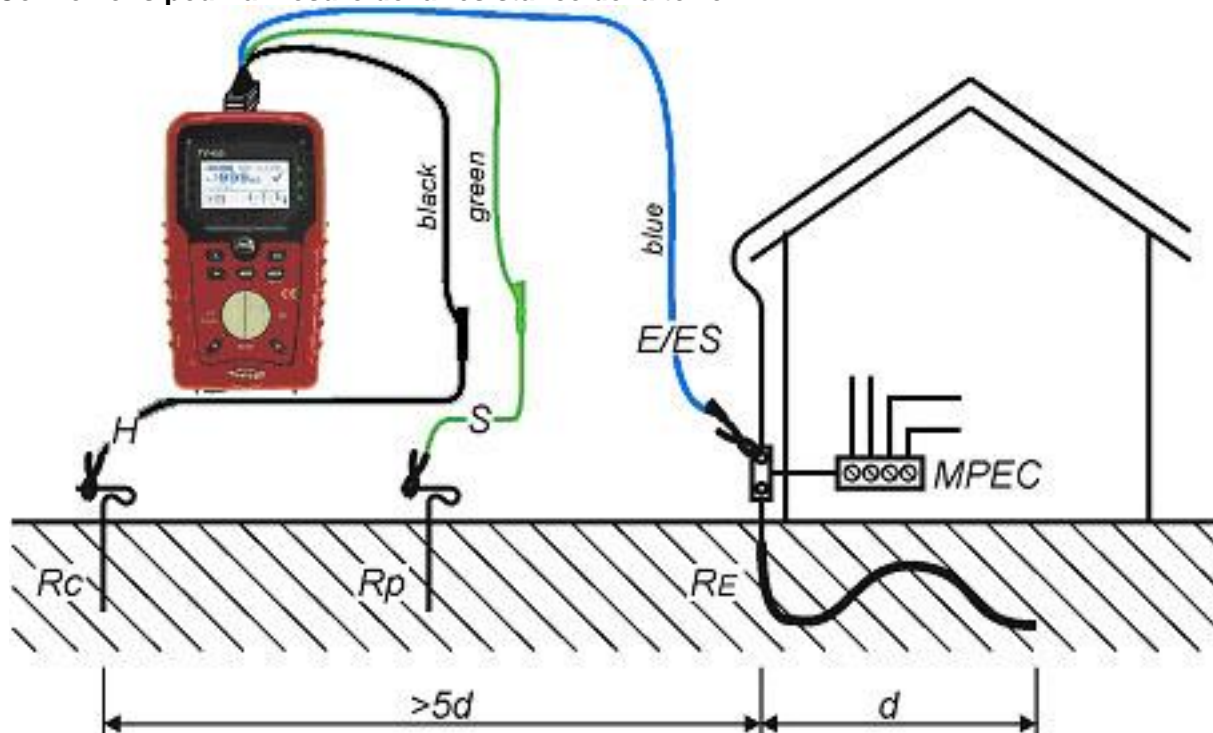

Figure 5.33: Résistance à la terre, mesure de la mise à la terre de l'installation principale
- ❑ **Connecter** l'élément à tester (voir figures 5.33, 5.34).